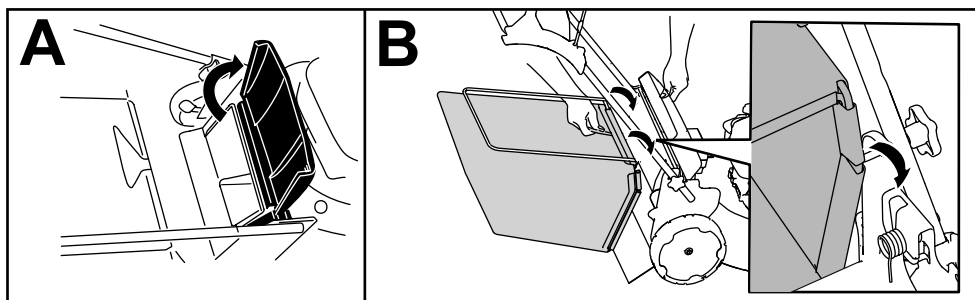

Figure 14
1. Soulevez le déflecteur arrière et maintenez-le dans cette position (A de Figure 14).
2. Montez le bac à herbe en veillant à insérer les ergots dans les fentes sur le support du guidon (B de Figure 14).